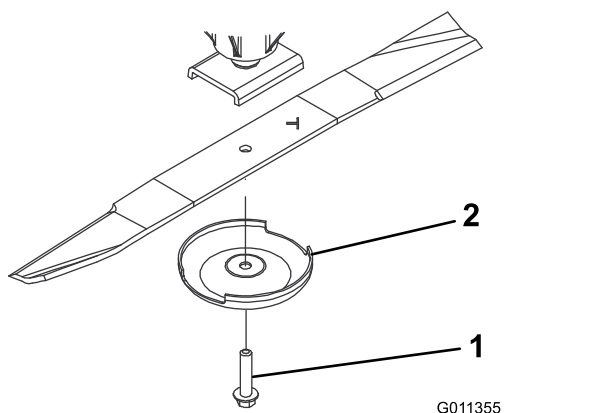

Figure 66
3. Enlevez le boulon, la coupelle de protection et la lame de l'axe de pivot (Figure 66).